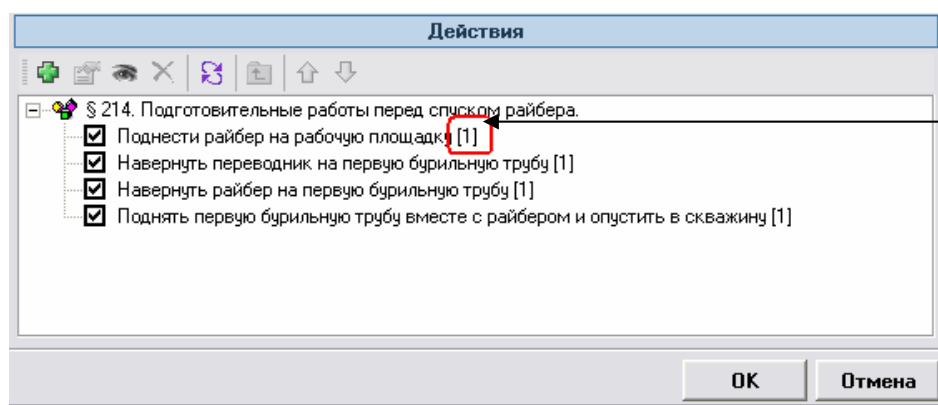

Рисунок 2.5.
4. Сохраните введенные данные (клавиша [F10] или кнопка <ОК>). В разделе «**Действия**» появится новая запись (рис.2.5).